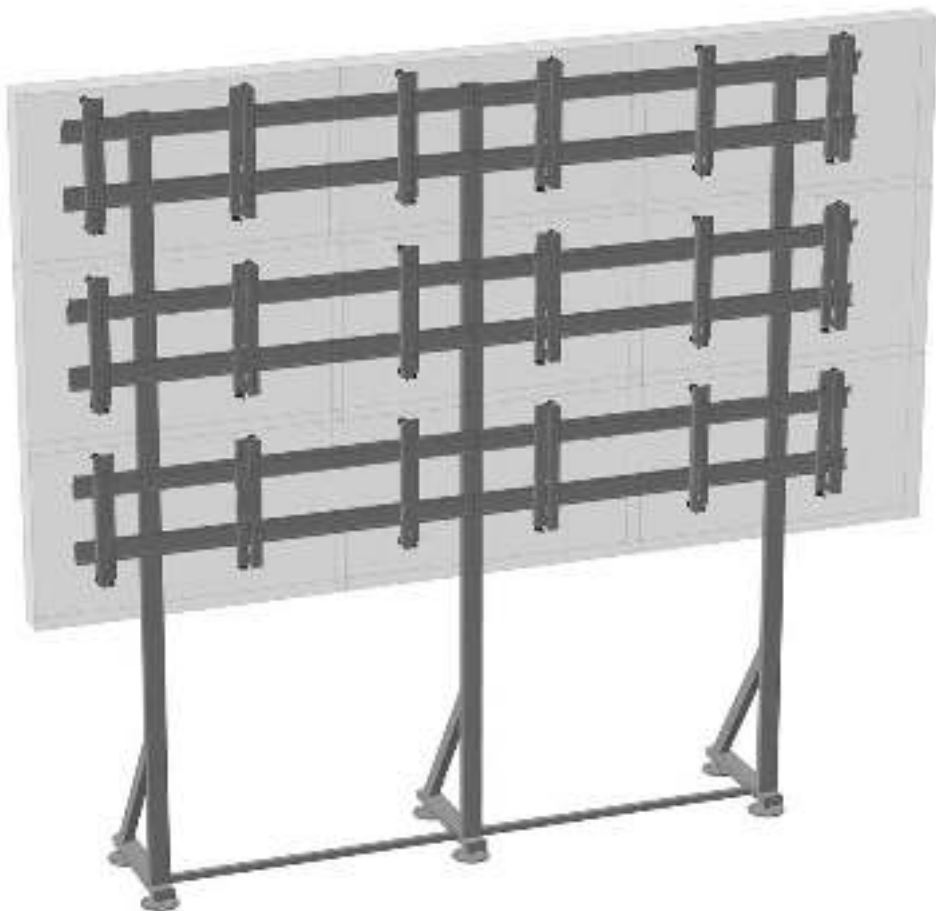

Рис. 2 Кронштейн LB-33FT в сборе
1. Распакуйте кронштейн LB-33FT (рис. 2) из типового комплекта VW3355FSL, соберите его согласно приложенной инструкции (см. QR код слева) по сборке и установите в месте предполагаемого размещения.